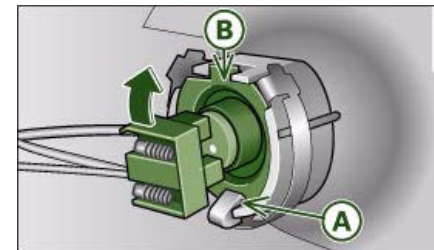

Fig. 249 Colocar la lámpara de la luz de carretera
- Coloque la lámpara en la carcasa portalámpara empezando por abajo ⇒ *página 275*, fig. 249, en la posición (A).
- Asegúrese de que la pestaña (B) queda centrada hacia arriba, pudiendo encajar en la guía, tal como se muestra en la ilustración.
- Alce el conector de plástico en el sentido que indica la flecha ⇒ *página 275*, fig. 249 hasta que la lámpara encastre en el soporte. Si no lo consigue a la primera, corrija la posición de la lámpara de incandescencia.